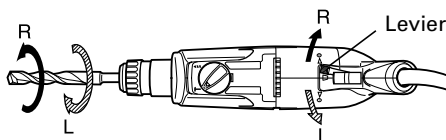

Fig. 5
9. Vérifiez la direction de rotation de la mèche (Fig. 5)